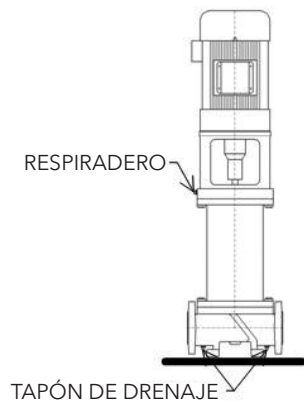

Figura 17: Ubicaciones del tapón de ventilación/drenaje
2. Drene el líquido de la bomba, quitando los tapones de drenaje inferiores y el tapón del respiradero superior. Ver Figura 17.